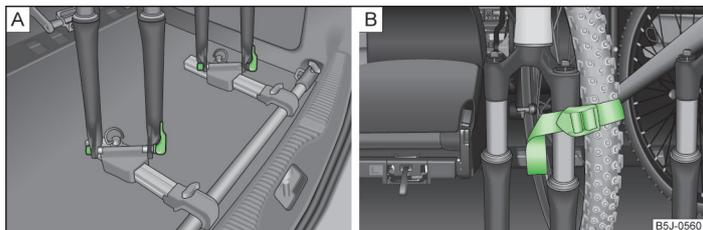

Fig. 55 Montar la bicicleta / ejemplo de fijación de la rueda delantera
- Colocar la horquilla de la bicicleta sobre el eje de fijación y apretarla mediante el tensor rápido » fig. 55 - **A**.
- Es mejor colocar la rueda delantera desmontada entre la biela del pedal izquierdo y el marco de la bicicleta, y fijarla mediante una correa a la horquilla delantera » fig. 55 - **B** o bien a uno de los elementos de sujeción.